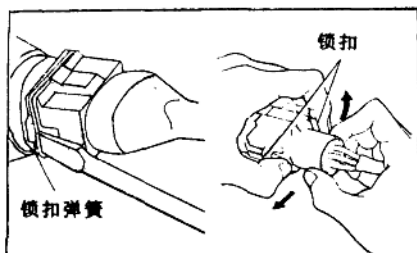

图 1-8
- (2)安装蓄电池时应当心,不要将正负极导线接错。
- (3)拆装电控零件时不要相互接触,特别要当心电脑(ECU)。
- (4)在进行故障诊断时,不要让晶体管电路的各端子发生接触,以免引起其它故障。
- (5)在雨天检修时,避免雨水浸入,清洗发动机室时应避免 EFI 零件和导线插头淋水。
①拔下插头时应解开锁扣,并且要拽住接头(图1-8)。